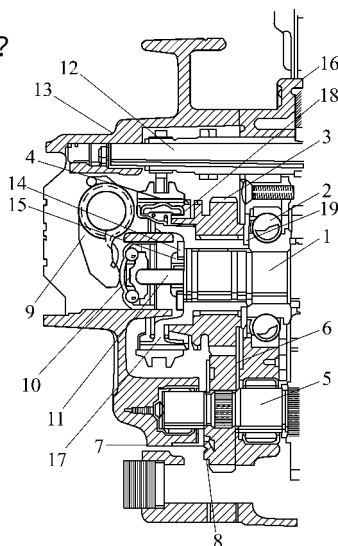

图 3 - 54 变速器后壳和
(1) 选档换档轴封盖及选档换档轴的拆卸 如图 3 - 55 所示,首先拆卸选档换档轴封盖及止动螺栓,即将拨叉放在空档位置,从变速器壳体 2 上,用火花塞扳手旋下选档换档轴封盖 1。再从另一侧旋动螺栓 3。最后从变速器壳体 2 上取下挡油板 7 和弹簧 6、并用工具(内径拉力器)8,取出球套 5。再将三个换档拨叉 10 均置于空档位置,从变速器壳体 2 上拆下带有止动元件的选档换档轴 4。
(2) 输入轴圆锥滚子夹紧螺栓的螺母的拆卸 如图 3 - 56 所示,从变速器壳体 4 上拆下两个堵塞 1,旋下三个输入轴圆锥滚子轴承夹紧螺栓的螺母 2 并取下垫圈 3。